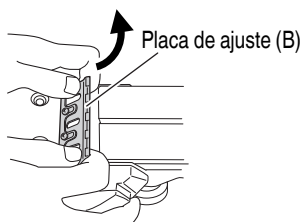

Fig. 27
- (2) Como se muestra en la Fig. 27, deslice la cuchilla en el sentido indicado por la flecha para desmontar dicha cuchilla.